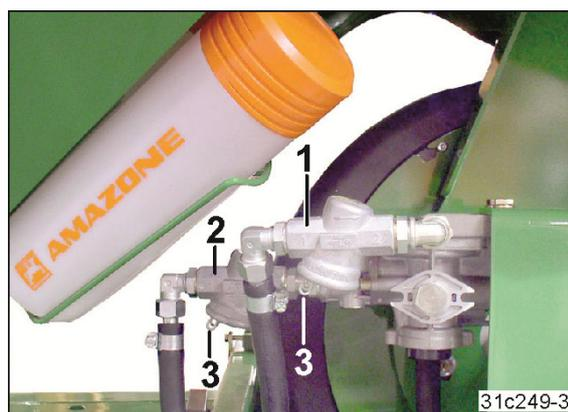

Fig. 233
- einen Bremsleitungs-Filter (Fig. 233/1)
- einen Vorratsleitungs-Filter (Fig. 233/2).
1. Zwei Laschen (Fig. 233/3) zusammendrücken und das Verschluss-Stück mit O-Ring, Druckfeder und Filtereinsatz herausnehmen.